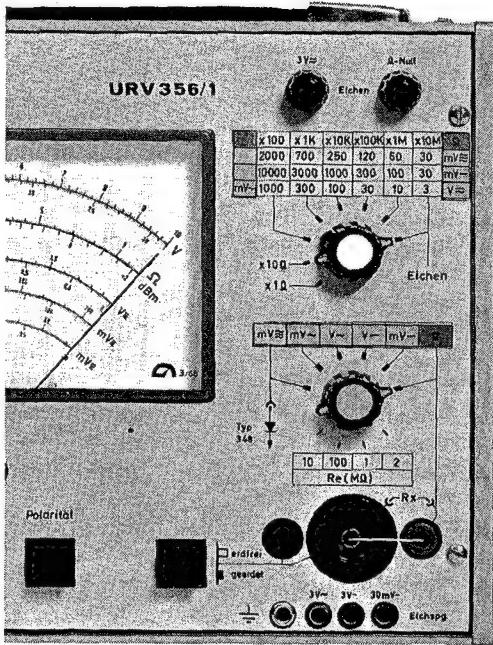

Bild 13
- Schalterstellung: siehe Bild 13